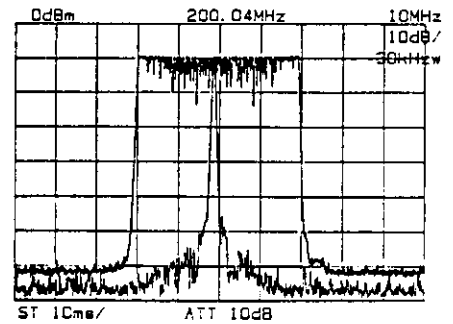

図 3-11 最高レベルのトレースと WRITE 波形の2画面表示
さらに ②⑨ ^{WRITE} を押しますと、MAX HOLDされた内容と WRITE 波形の2画面が表示されるとともに、WRITE 波形はMAX HOLDされた内容と比較され、WRITE の方が大きければその値がメモリに入ります (図 3-11)。
● MAX HOLDを解除するには、いったん [図3-11]